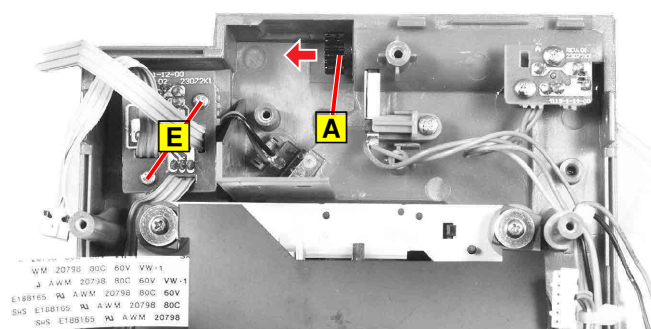

Fig. 16
- CD-Tür-Achse $\text{\textcircled{A}}$ (Fig. 16) in Pfeilrichtung abziehen.
- Pull out the CD door axle $\text{\textcircled{A}}$ (Fig. 16) in direction of the arrow.
- 2 Schrauben **E** (Fig. 16) herausdrehen.
- Undo 2 screws **E** (Fig. 16).